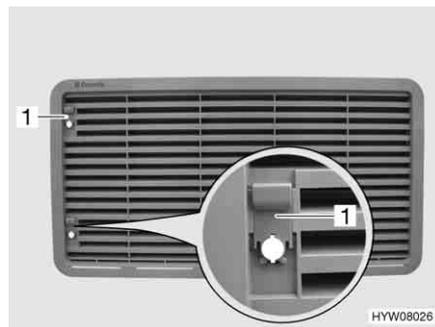

Bild 204 Kühlschrank-Lüftungsgitter
- Schieber (Bild 204,1) nach oben schieben.